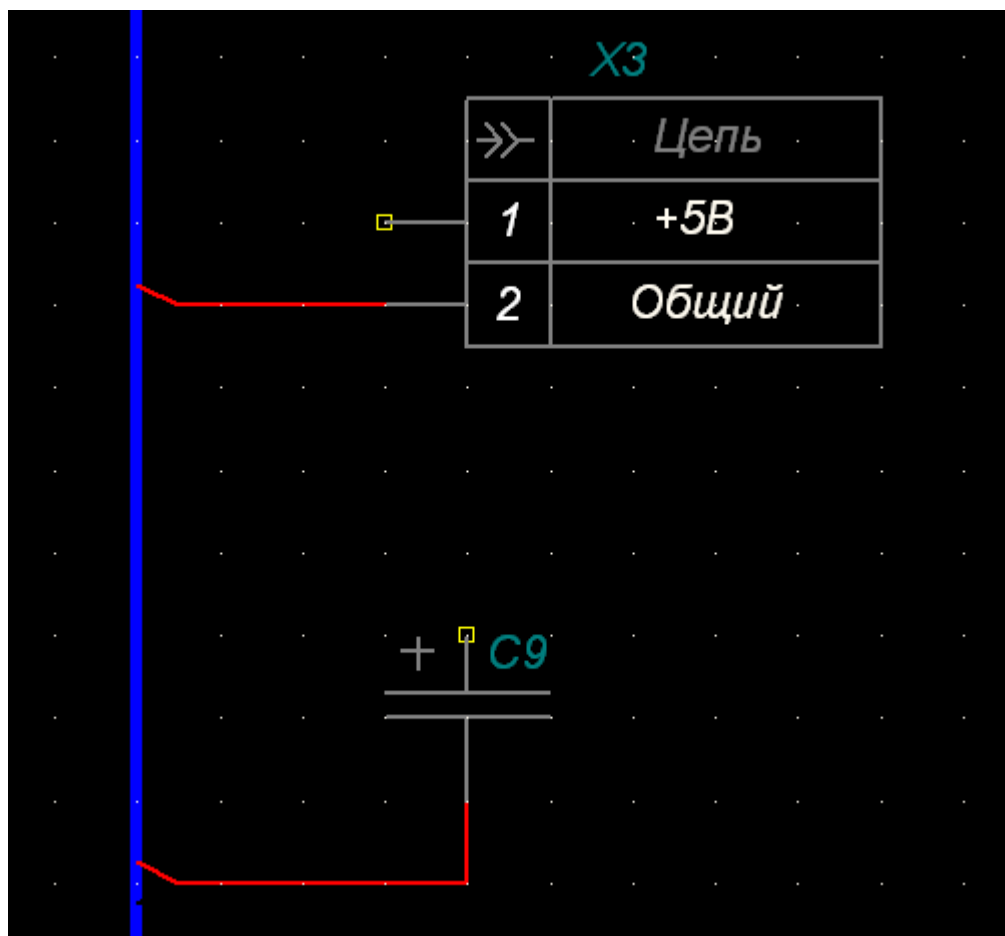

Рис. 4 Соединение второй цепи с шиной
- 2.6 Подведите любое второе соединение от этой же цепи и настройте вид отображения соединения (рис. 4).